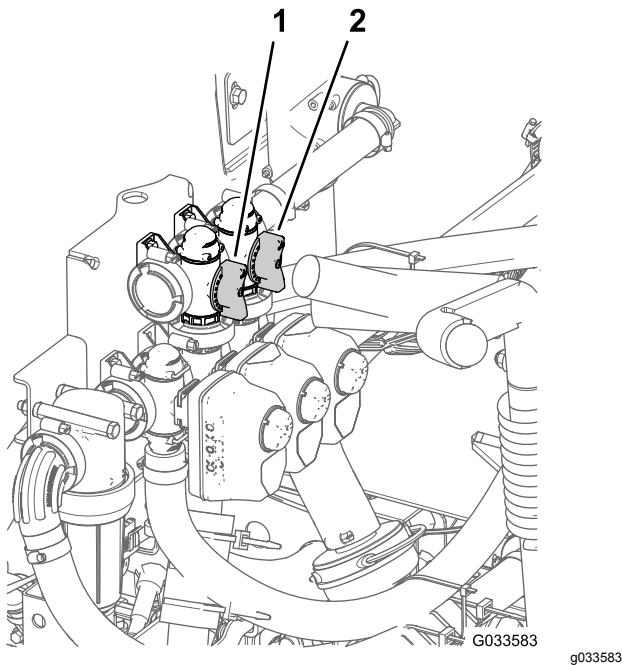

Figura 88
11. Ajuste la válvula de desvío de agitación (Figura 88), situada en la parte trasera de la válvula de agitación, hasta que la presión marcada en el manómetro sea de 6,9 bar.
8. Ajuste la palanca maestra de desvío de secciones para controlar la cantidad de agitación en el depósito (Figura 88).